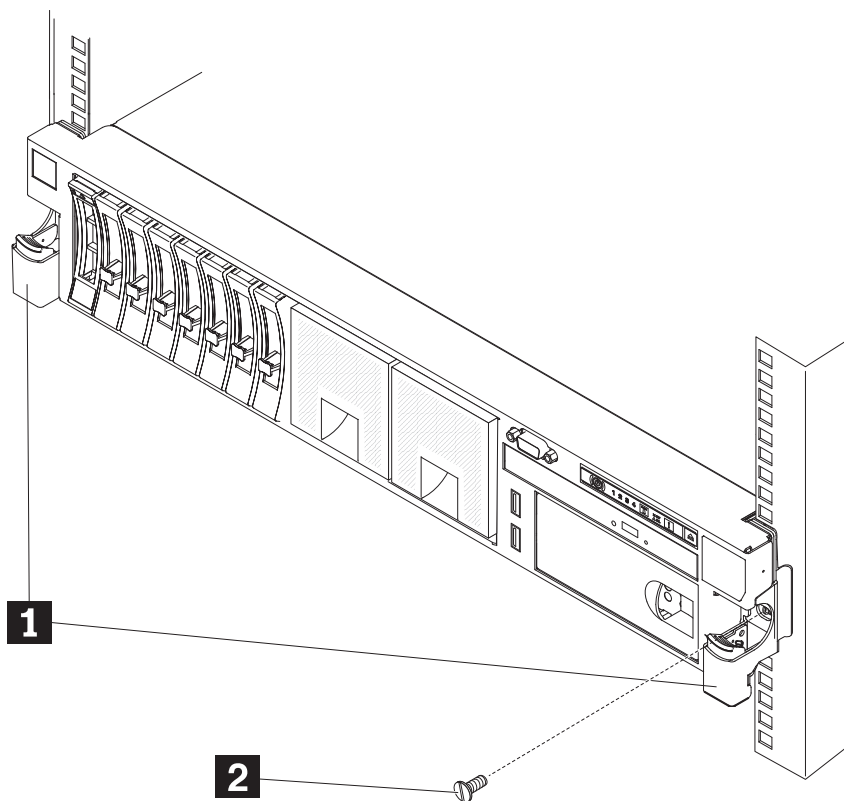

図 7. ラックからのノードの取り出しと前部ねじの取り外し
2. オプション: 17 ページの図 7 に示すように、前部のねじを取り外し、ノードをスライドさせてラックから取り出します。